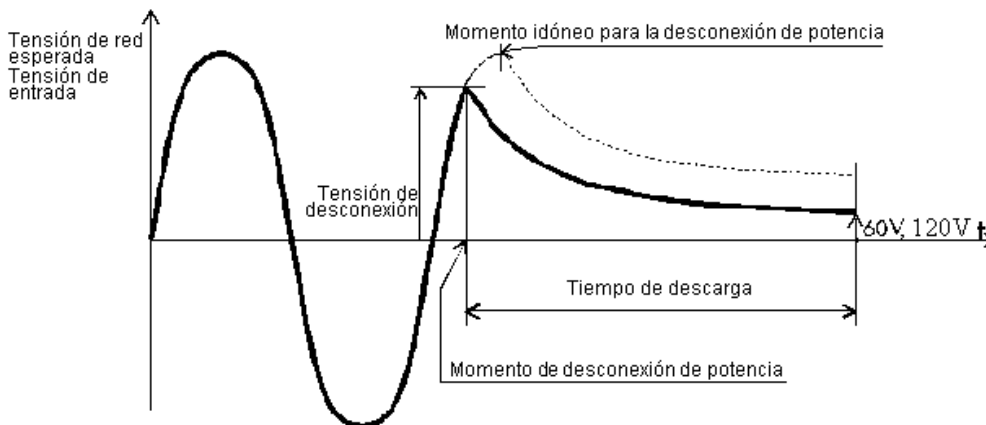

Fig. 25. Tensión en la entrada en la PRUEBA TIEMPO DE DESCARGA
ETAPA 6. Extraer el elemento de conexión doble y esperar a que se visualice el resultado. Si la tensión de desconexión es bastante alta para efectuar una medida (véase la fig. 25), aparece el mensaje **Arranque (Start)** y se realizará la medida. Si la tensión no es suficientemente alta, se visualiza el resultado de 0,0s y el mensaje **Repetir (Repeat)**. En este ejemplo, repetir la medida desde la ETAPA 3. Si el resultado es 0,0s y vuelve a aparecer el mensaje **Repetir (Repeat)**, repita la medida sucesivamente de 5 a 10 veces; se puede aceptar el resultado 0.0. como válido. Aparece **Temporización (Timeout)**, si no se extrae el elemento de conexión doble en 10s, o el tiempo de descarga es superior a 10s.
- ETAPA 6.** Extraer el conector de alimentación y esperar a que se visualice el resultado. Si la tensión de desconexión es bastante alta para efectuar una medida (véase la fig. 25), aparece el mensaje **Arranque (Start)** y se efectuará la medida. Si la tensión no es suficientemente alta, se visualiza el resultado de 0,0 s y el mensaje **Repetir (Repeat)**. En este ejemplo, repetir la medida desde la ETAPA 3. Si el resultado es 0,0s y vuelve a aparecer el mensaje **Repetir (Repeat)**, repita la medida sucesivamente de 5 a 10 veces; se puede aceptar el resultado 0.0. como válido. Aparece **Temporización (Timeout)**, si no se extrae el elemento de conexión doble en 10s, o el tiempo de descarga es superior a 10 s.